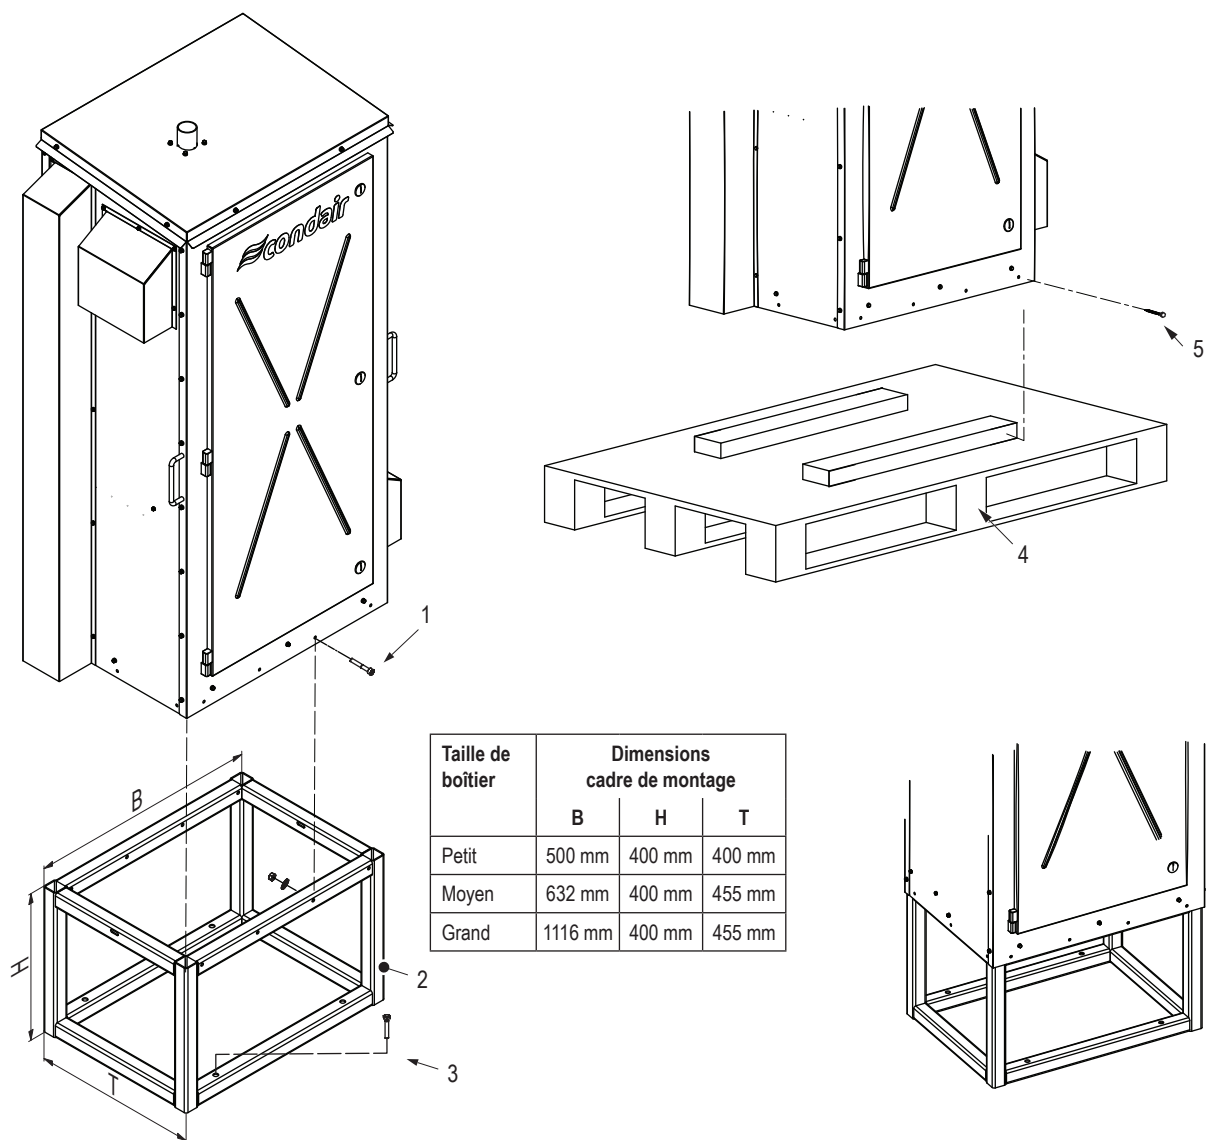

Fig. 11: Installation sur un support de montage
3. Installez le cadre de montage et fixez-le au sol ou au toit à l'aide de boulons d'ancrage appropriés (non fournis). Voir Fig. 11.